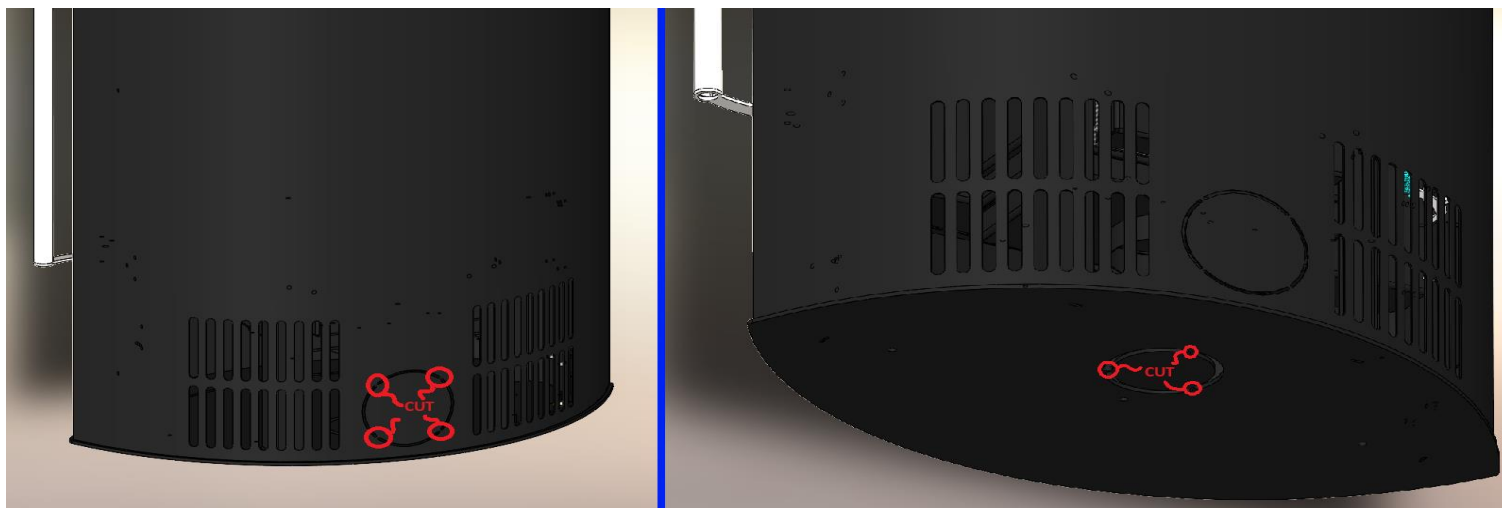

Figura 3 Tăierea microconexiunilor pentru admisia aerului exterior la partea din spate / la bază
4. Figura 3 Tăierea rosturilor micro pentru admisia aerului exterior la partea din spate/la bază	Pagină 6